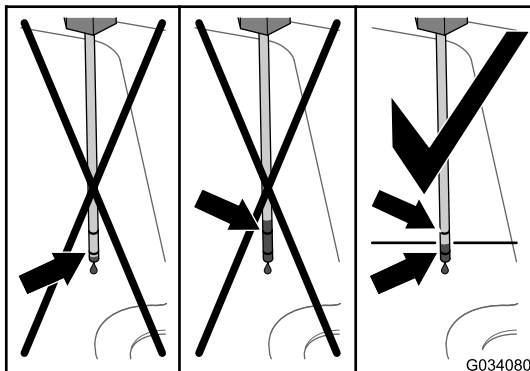

Figura 99
6. Rimuovete l'asta di livello e controllate il livello del fluido (Figura 99).
7. Aggiungete il fluido idraulico specificato nel tubo di riempimento fino a quando arriva a metà tra le due tacche dell'asta di livello (Figura 99).